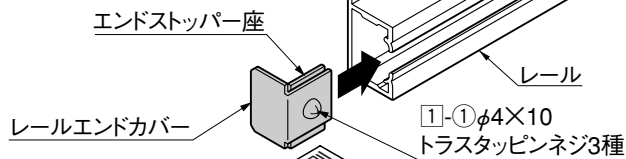

図2-5
- ④ レールの外側からレールにエンドストッパー座とレールエンドカバーをはさみ込むように入れて1-①を本締めしてください。（図2-5参照）